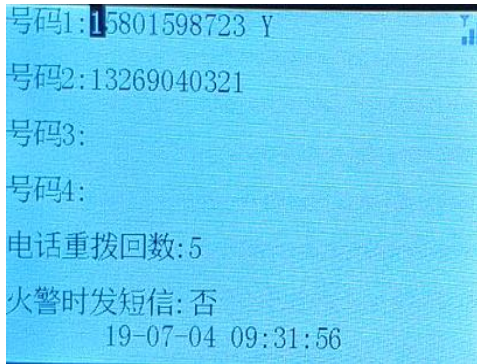

图 5-7
- （3）按确认键进入电话设置选项后，按确认键选中火警时拨打的电话号码，按▲键或▼键可切换电话号码，按确认键设定为首播电话（“Y”表示首播电话）如图 5-7 所示。